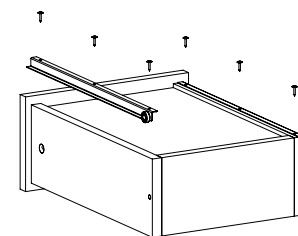

Рис.8
- Закрепить ползки направляющих на ящик шурупами 3,5x16 (Рис.8).